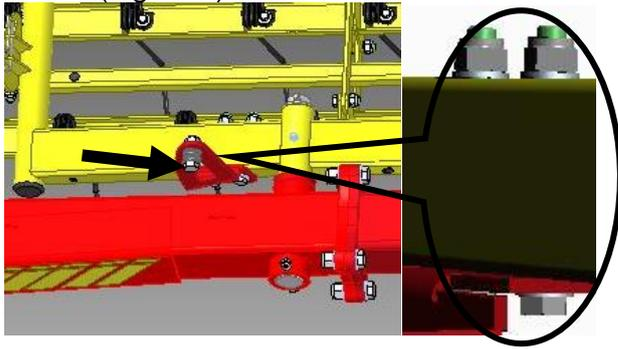

Figure 7
- Monter l'assemblage soudé KG12 à la place du limiteur de pivotement retiré précédemment à l'aide des vis M12x110 et des écrous M12 avec une rondelle M12 (Figure 7).